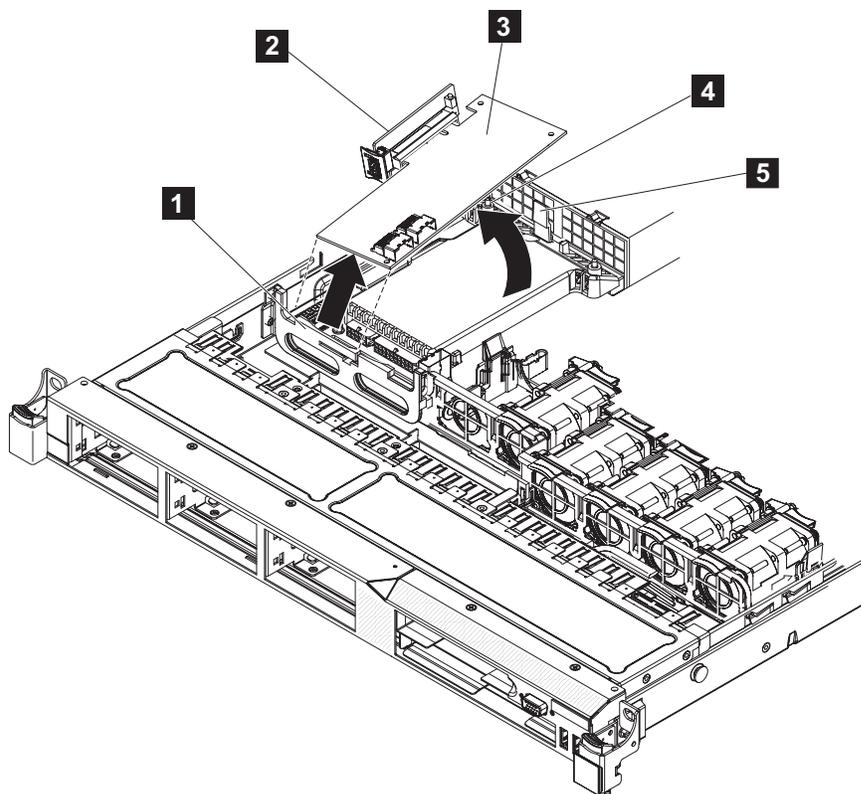

図 199. ディスク・コントローラーの前面保持ブラケットの取り外し、およびライザー・アセンブリーとディスク・コントローラーの取り外し
11. ディスク・コントローラーと USB ライザー・カード・アセンブリー (2) がシステム・ボード上のコネクタから外れるまで、ディスク・コントローラー (図 199 の 3) を引き上げます。